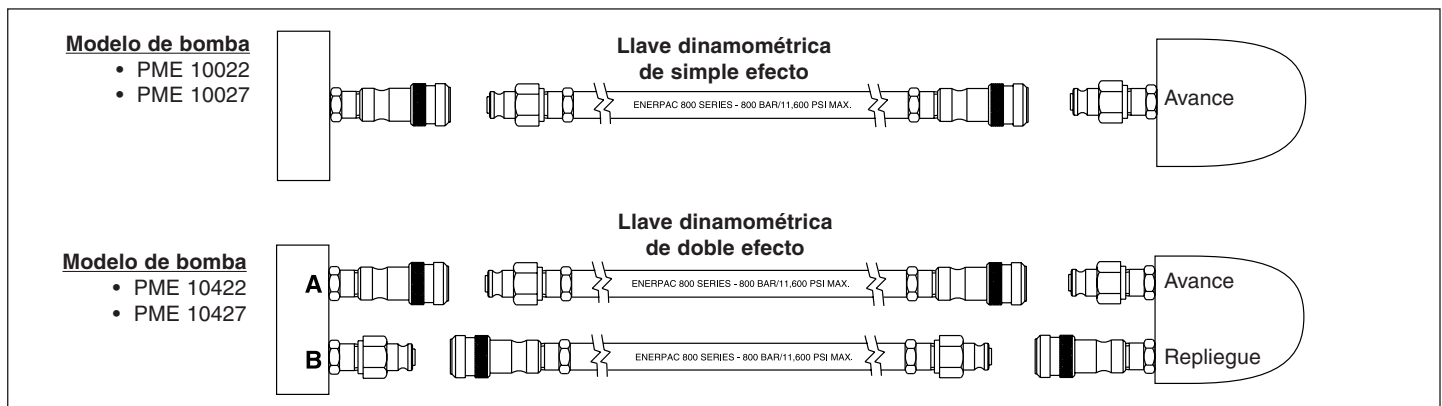

Figura 4, Diagrama de acople
2. Conecte el otro extremo de la bomba a un acople en la llave, tal cual se indica en la figura 4.
2. Acople las mangueras a la llave dinamoétrica tal cual se indica en la figura 4 de la página 28. Al usar la combinación de la bomba y la llave dinamoétrica Enerpac, las mangueras y acoples de la serie 800 están diseñados para que los orificios de la bomba, tanto de avance como de repliegue, se empalmen a sus respectivos orificios en la llave.